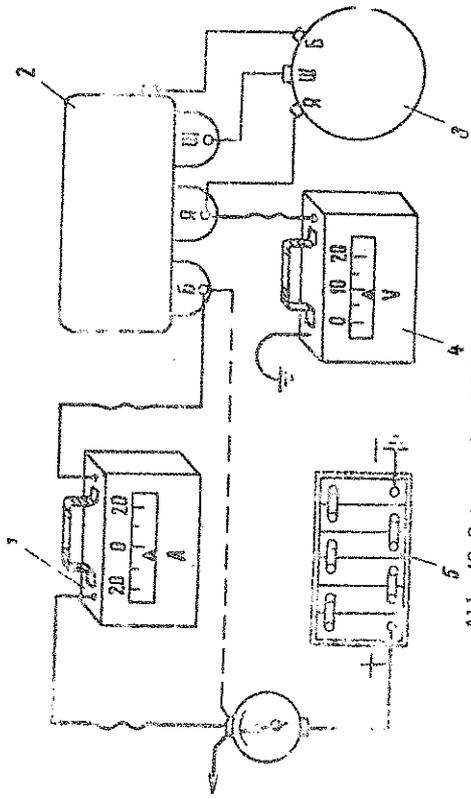

Abb. 48 Schema der Rückstromschalterprüfung:
- Kabel von der Klemme B des Reglerschalters trennen und zwischen diesem Kabel und der Klemme B ein Kontrollampereometer (Abb. 48) einschalten;